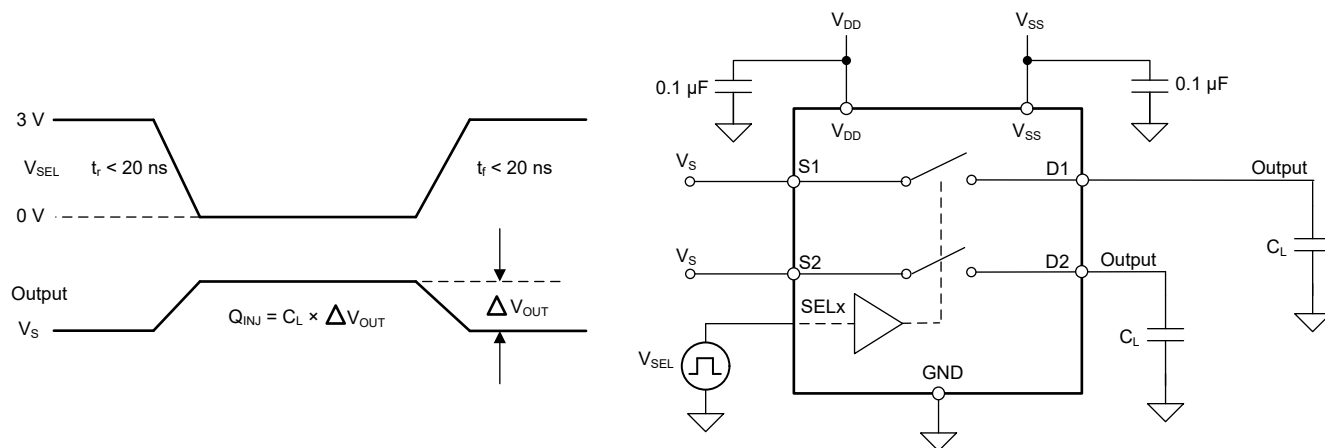

图 6-7. 电荷注入测量设置
TMUX722x 具有传输门拓扑。NMOS 和 PMOS 晶体管之间电容的任何不匹配都会导致在栅极信号的下降沿或上升沿期间向漏极或源极注入电荷。注入器件源极或漏极的电荷量称为电荷注入，用符号  $Q_C$  表示。图 6-7 展示了用于测量从源极 (Sx) 到漏极 (D) 的电荷注入的设置。